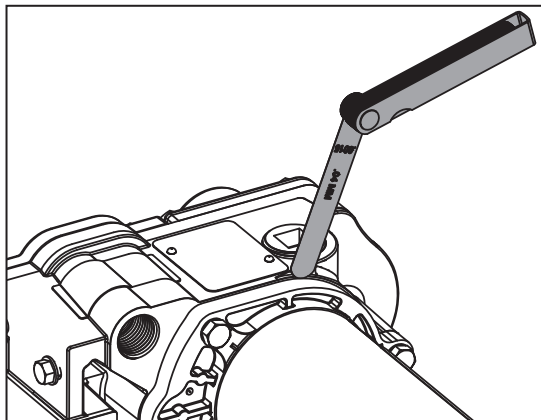

Figura 12
8. Apriete el motor contra el alojamiento de la bomba. Verifique que la instalación se ha realizado correctamente, tratando de insertar una galga de separación de 0.04 mm (0.0015 pulg.) alrededor de la brida del motor (vea la Figura 12). La galga no debe entrar entre la brida y el alojamiento.